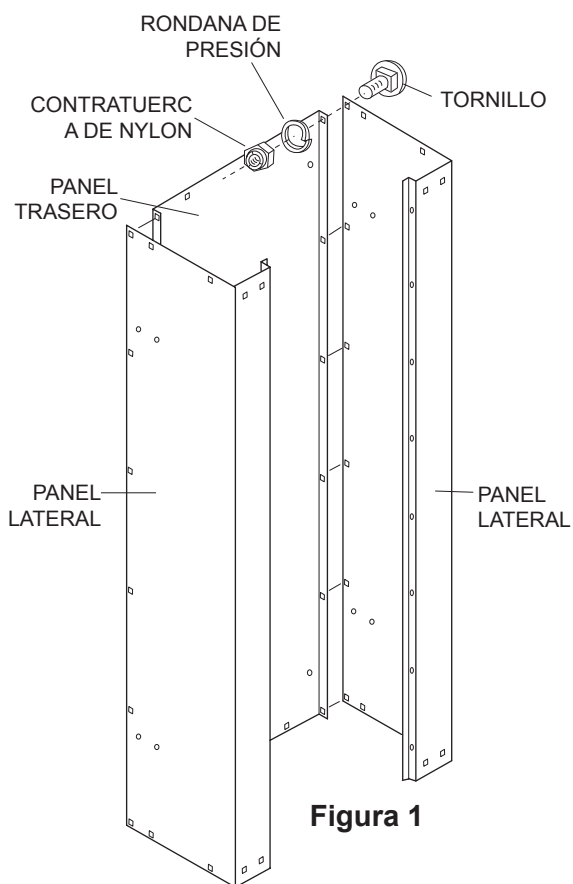

Figura 1
Para mayor facilidad, pare los paneles como se muestra. Ensamble cada lado con (6) tornillos, rondanas de presión y contratueras de nylon. Apriete manualmente por el momento. (Figura 1)